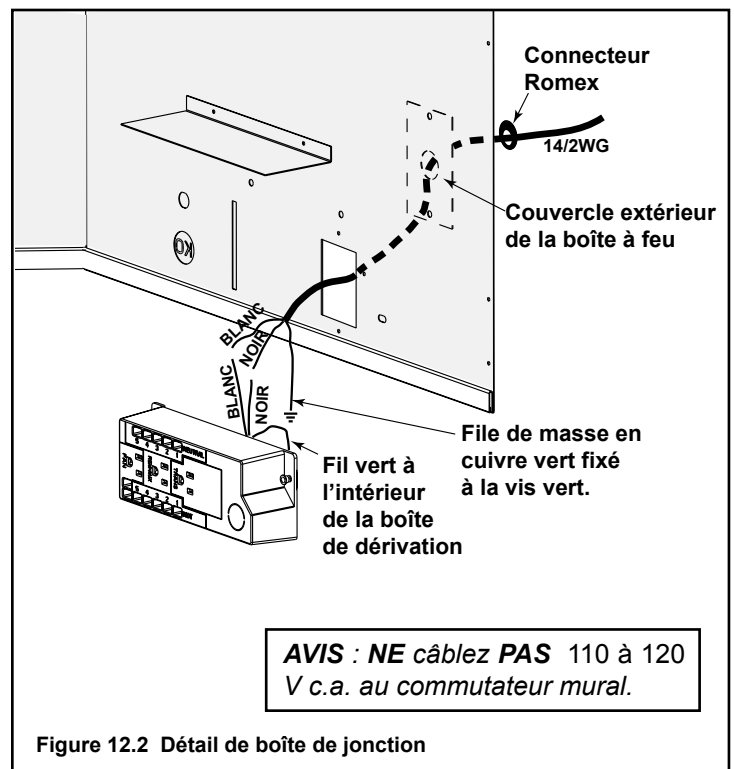

Figure 12.2 Détail de boîte de jonction
- Voir les Figure 12.2 Schéma du câblage du système d'allumage IntelliFire™ Plus (IPI).
- Enlevez les vis qui attachent la boîte de dérivation au mur extérieur, tournez la boîte de dérivation vers l'intérieur pour la détacher de la paroi extérieure (voir la Figure 12.2).
- Tirer les câbles de l'extérieur du foyer à travers cette ouverture jusqu'à la boîte de valve et fixer les fils à l'aide d'un connecteur Romex. Voir la Figure 12.2.